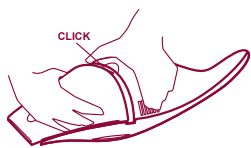

Fig. 13
- Monte de novo o recipiente do lixo, introduzindo a boca na ranhura e empurrando para baixo, até ouvir um “clique”. (fig. 13)